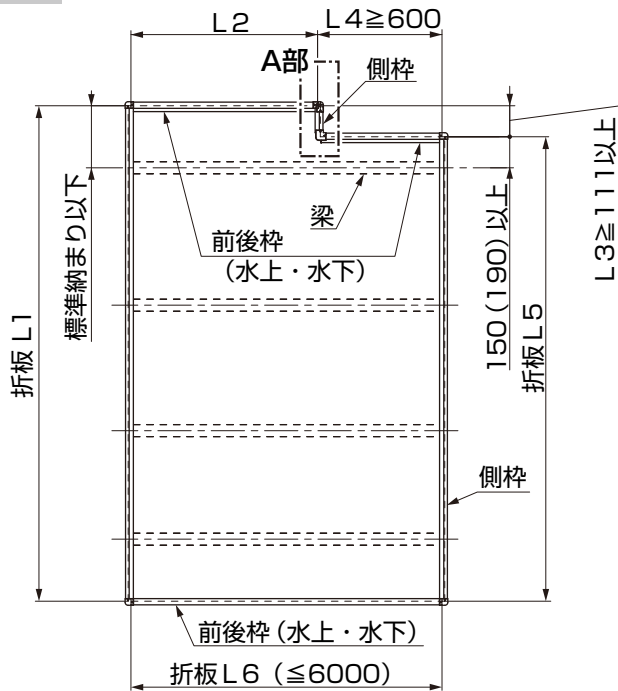
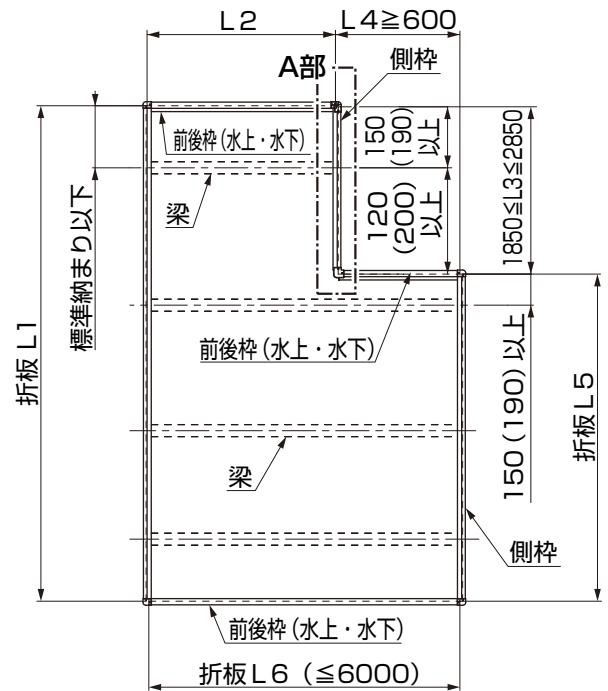

図4-1 入隅部に梁が入らない場合
図4-2 入隅部に梁が入る場合
- 施工可能寸法表の寸法範囲内で施工してください。（図4-1、図4-2、表4-1参照）